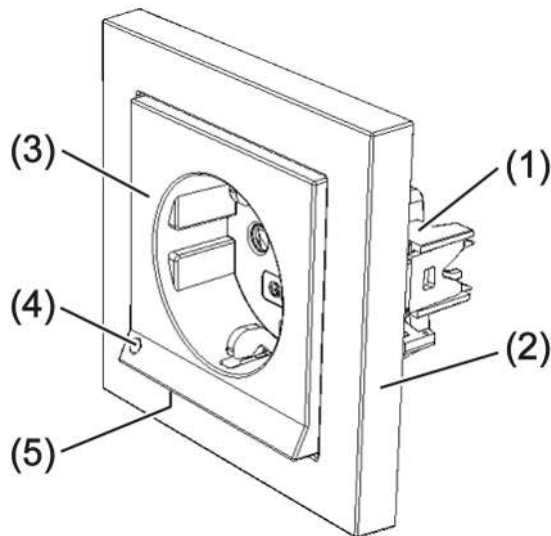
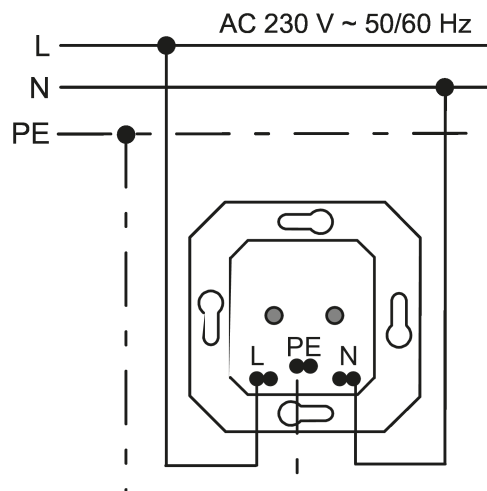

Bild 1: Geräteaufbau
Bild 2: Anschlussplan
Steckdose so einbauen, dass der Lichtsensor (4) (siehe Bild 1) nicht abgedeckt wird.
- Steckdosensockel (1) (siehe Bild 1) gemäß Schaltplan (siehe Bild 2) anschließen.
- Steckdosensockel (1) in eine Gerätedose montieren. Anschlusskontakte des Steckdosensockels müssen unten liegen.
- Abdeckrahmen (2) und Steckdoseneinsatz (3) (siehe Bild 1) aufsetzen und festschrauben.